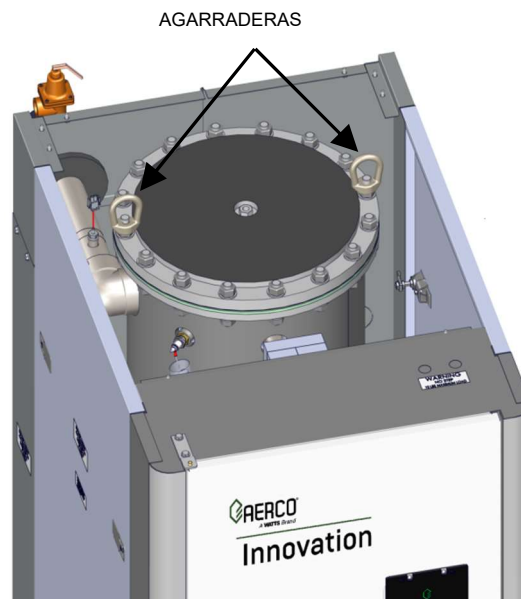

Figura 2-2: Visita superior parcial que muestran las agarraderas instaladas
La unidad debe instalarse sobre una plataforma de **4 a 6 pulgadas (10.2 a 15.2 cm)** para evitar corrosión en la base. Hay dos agarraderas en la unidad que están unidas con cable a la parte superior del intercambiador de calor. Primero, se debe retirar la lámina de metal que funciona como cubierta superior y las agarraderas se deben instalar como se muestra en la Figura 2-2. USE ESTAS DOS AGARRADERAS PARA LEVANTAR Y MOVER LA UNIDAD. Retire el panel superior de la unidad para tener acceso a las orejas para izar. Retire los cuatro (4) tornillos para madera que unen la unidad al patín de envío. Alce la unidad separándola del patín de envío y colóquela sobre la plataforma de concreto de 4 a 6 pulgadas (10.2 cm a 15.2 cm) (requerido) en la ubicación deseada.